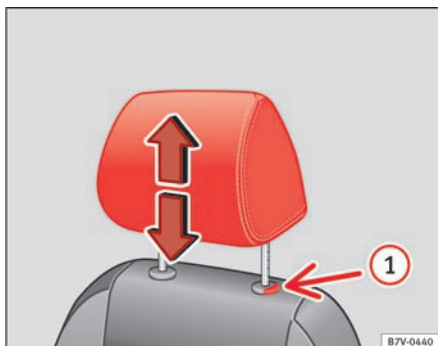
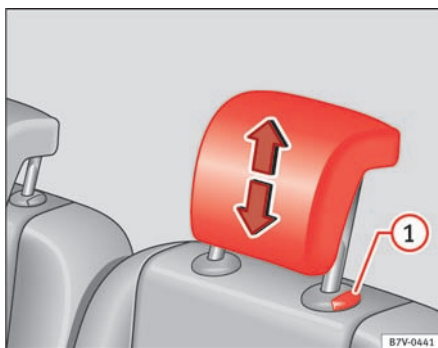

Fig. 84 Indstilling af hovedstøtte foran
Fig. 85 Indstilling af hovedstøtte bag
- Skub hovedstøtten opad i pilens retning eller nedad, mens du trykker knappen ⇒ Fig. 84 ① eller ⇒ Fig. 85 ① ⇒ ⚠.